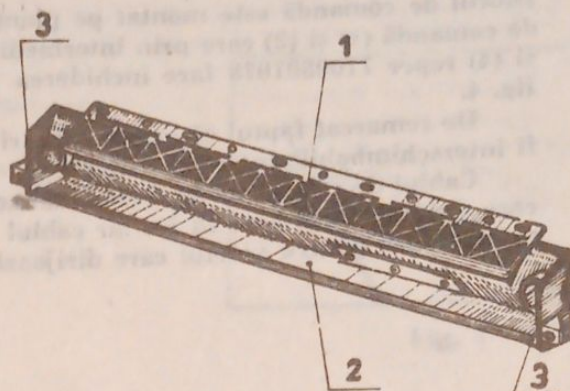

FIG. 4
Cutia voleților fig. 4
Blocul de comandă este montat pe planșa bord prevăzut cu două manete de comandă (1) și (2) care prin intermediul cablurilor (3) reper 7700507077 și (4) reper 7700507078 face închiderea și deschiderea voletelor (1) și (2) fig. 4.